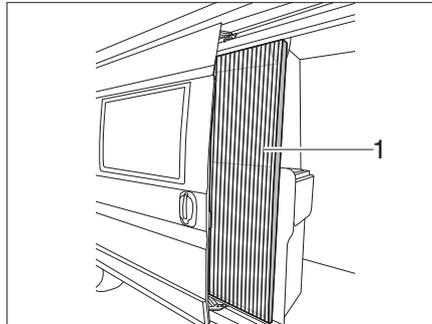

Bild 23 Insektenschutz
- Insektenschutz an der Leiste (Bild 23,1) ganz herausziehen.
- Insektenschutz an der Leiste (Bild 23,1) in Ausgangsstellung zurückschieben.